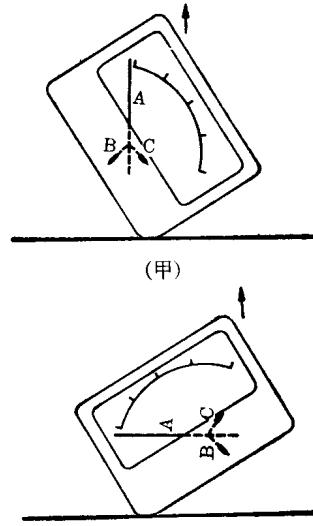

图 3
2. 如图3(甲)所示，把仪表左上角竖直提起，看指针是否偏移。如A向左偏，说明B的重力矩大于C的重力矩；如A向右偏，则说明C的重力矩大于B的重力矩。可按具体情况加以调整。
3. 如图3(乙)所示，用同样方法把仪表右上角竖直提起，看指针的前部和后部是否平衡。如不平衡，可以用调节B、C平衡锤的位置和平衡块的重量来解决。